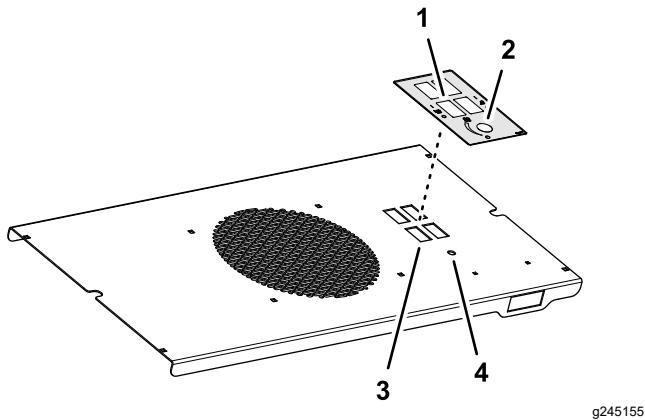

Figura 3
1. Retire cuidadosamente el papel protector de la pegatina (Figura 3).
2. Alinee los huecos rectangulares y el orificio de la pegatina con los huecos rectangulares y el orificio del panel de interruptores, como se muestra en la Figura 3.